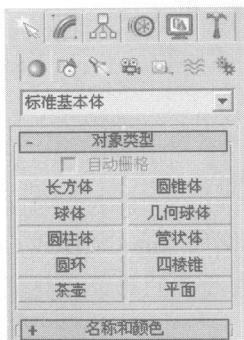

图 1-5 进入“几何体”次面板
- ① 首先打开 3ds max 9.0，创建一个新的文件。进入“创建”面板下的“几何体”次面板，在该面板的下拉式选项栏内选择“标准几何体”选项，如图 1-5 所示。